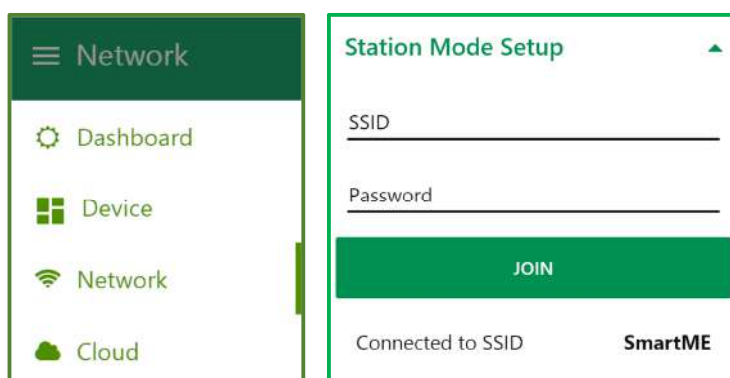

Fig.20 Pannello Station Mode Setup accessibile da Network.
- A seguire, selezionando **Network** da menù a tendina, si accede al pannello **Station Mode Setup**: inserire 'SSID' e 'Password' della rete WiFi dell'Utente e digitare **JOIN NETWORK**: il dispositivo passerà da AP mode ON a Station Mode collegandosi come client alla rete specificata dall'utente (la rete SmartME nell'esempio in **Fig.20**).